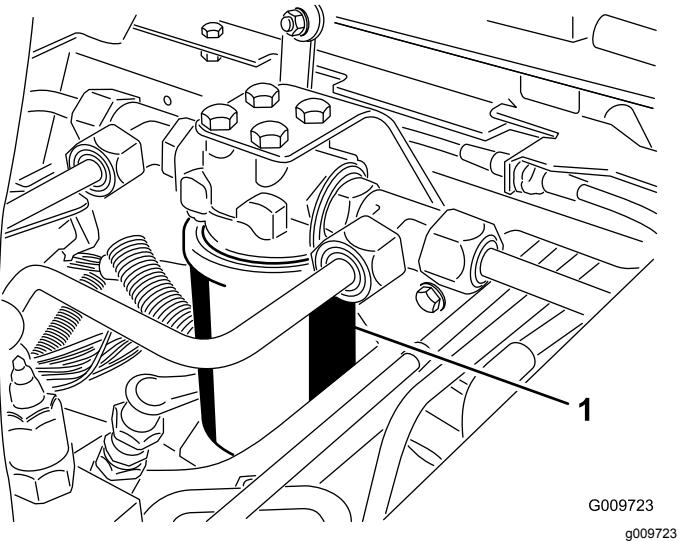
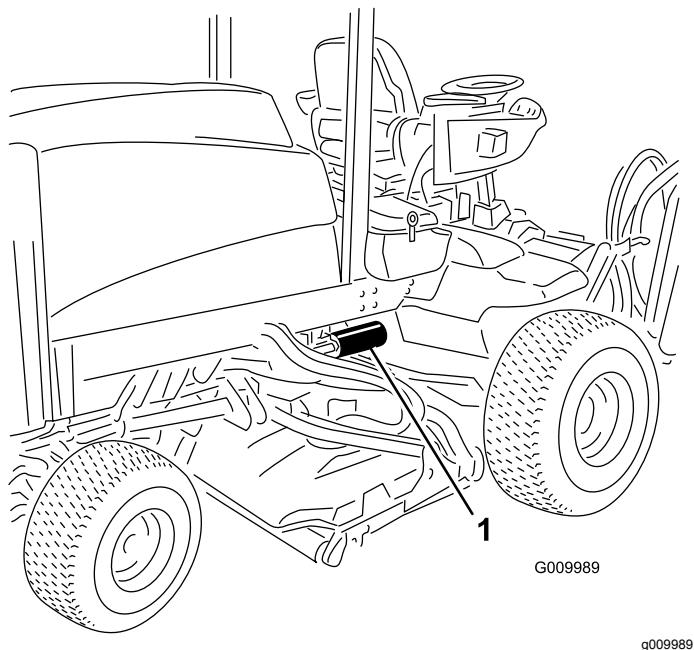

Figura 55
Figura 56
- Pulite la superficie circostante il filtro. Collocate una bacinella di spurgo sotto il filtro (Figura 55 e Figura 56).